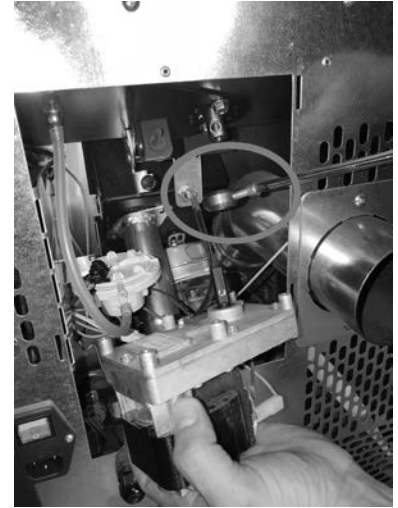

Fig. 56 - Retrait du motoréducteur
- Retirer le motoréducteur en dévissant la vis qui le bloque (voir **Fig. 56**).